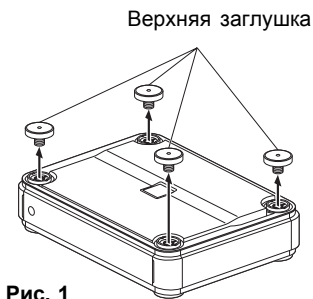

Рис. 1
ИНСТАЛЛЯЦИЯ (РИС. 1 - 4)
2. Используя входящий в комплект поставки большой шестигранный гаечный ключ, отверните четыре угловые заглушки на верхней панели (см. рис. 1).